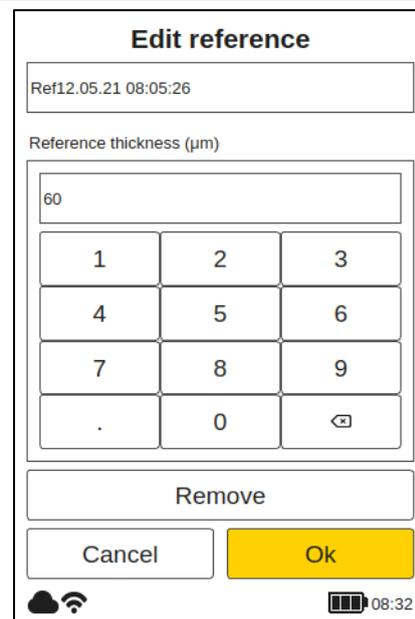

Figura 41: Editar referências
No submenu (ver Figura 41: Editando uma referência), use as teclas de seta (D) para mover-se ao redor do teclado e do botão OK (C) para digitar o caractere ou para renomear a referência ou entrar de forma grossa. Em seguida, clique em "OK" para atribuir uma nota para ir à referência de sua escolha.